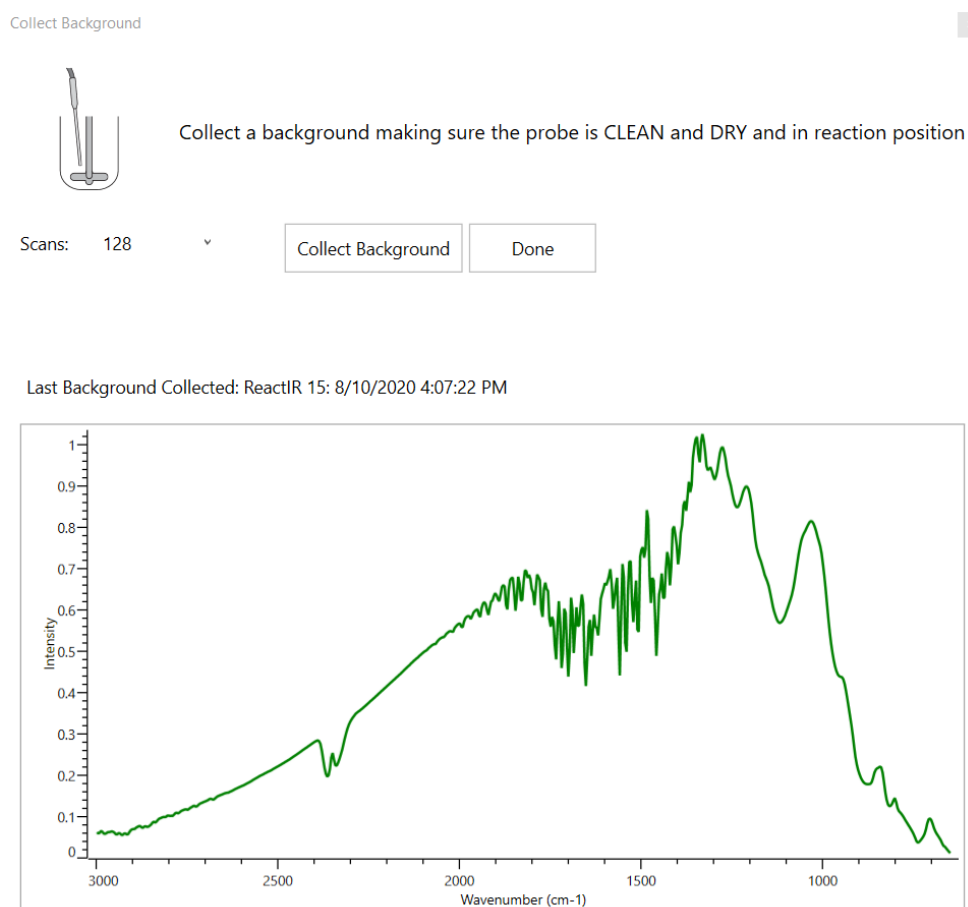

图 4-5 原位红外背景信号采集
4.2.2 背景采集：将探头插入空的反应釜里，点击【Collect Background】，采集一个空的背景信号，如图 4-5 所示，然后点击【Done】。